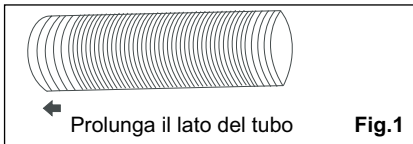
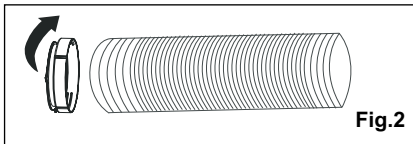

Fig.1
Fig.2
1. Prolungare un lato del tubo o l'altro (Fig.1) e avvitare il tubo al connettore A (Fig.2).